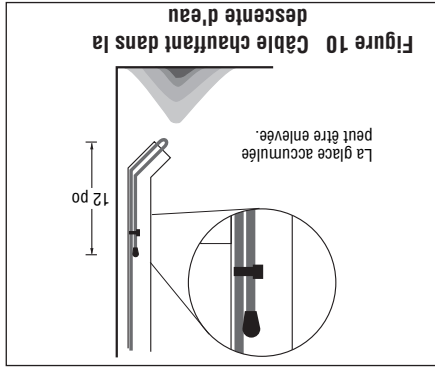

Figure 10 Câble chauffant dans la descente d'eau
- Utilisez des crochets de suspension H915, comme le montre la Figure 10, descendre, comme le montre la Figure 10.